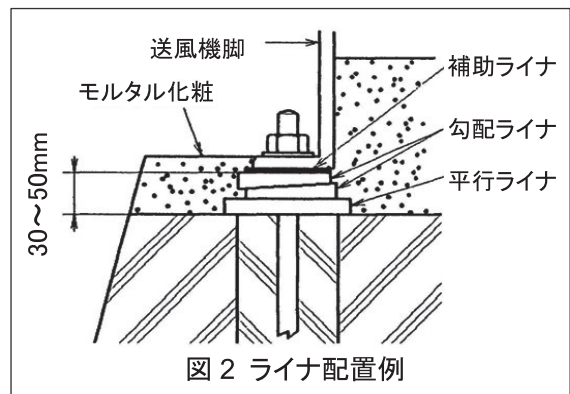

図2 ライナ配置例
- (2) 基礎ボルト埋込穴を清掃し、ゴミなどを取除いてください。基礎ボルト埋込穴は湿潤している必要がありますが、水が溜まっていたはいけません。よく排水してください。
- (3) 平行ライナ 1枚と勾配ライナ 2枚を図2に示すように送風機の基礎ボルト穴の両側に振り分け配置してください。必要に応じて補助ライナ(厚さ3mm以上)を使用してください。基礎ボルト間の距離が1mを超える場合はさらにその間にライナを設置してください。
- (4) 送風機または防振ベースをライナに乗せ、基礎ボルトを送風機または防振ベースの基礎ボルト穴に通して、箱抜穴内に垂下せさせてください。耐震型(ALF-No.6, No.7)とする場合は、基礎ボルトを基礎コンクリートの鉄筋に溶接してください。
- (5) 送風機の位置や高さを勾配ライナを使って調整決定してください。